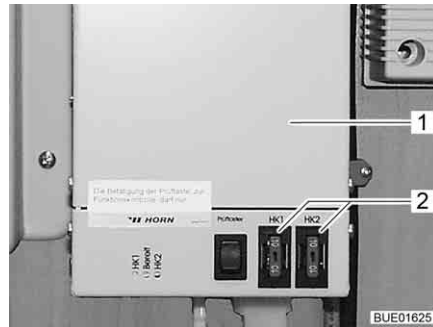

Bild 150 Regler Heizung für Abwasserleitungen
Die Sicherungen befinden sich auf dem Regler (Bild 150,1).
- Sicherung (Bild 150,2) wechseln.